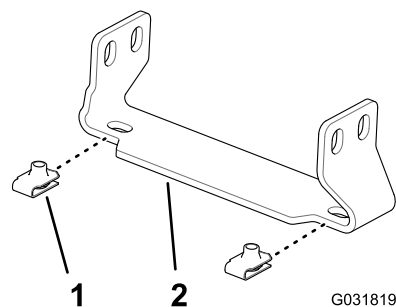

Figura 235
1. Instale las 4 tuercas rápidas que retiró en el paso 6 de 10 Retirada de la cubierta de la sección central \(11 boquillas\) del kit opcional de brazo cubierto \(página 23\) en 2 de los soportes de sujeción de la cubierta de la sección central (Pieza Toro N° 131-3703-03), tal y como se muestra en (Figura 235).
131-3703-03), tal y como se muestra en la (Figura 235).